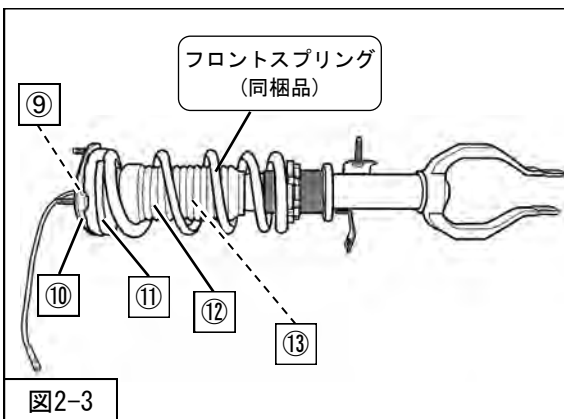

図2-3
3. スプリングコンプレッサーを使用し、フロントスプリング (同梱品) を圧縮し、フロントショックアブソーバASSY に取付けてください。(図2-3)
で固定してください。(図2-3)